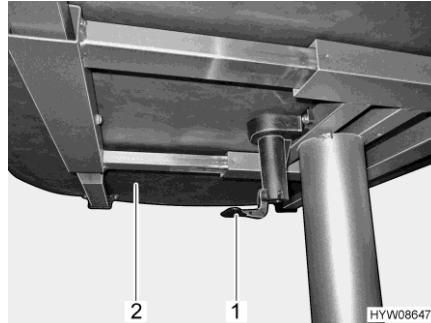

Fig. 63 Palanca para desplazamiento del tablero de la mesa
- Tirar o empujar la palanca (Fig. 63,1) hacia abajo.
- Desplazar a la posición deseada el tablero de la mesa (Fig. 63,2).